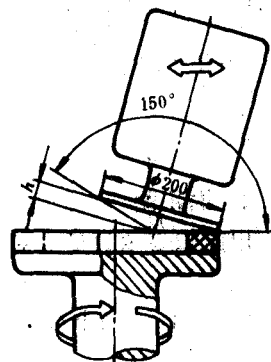

图 1-27 锥形摩擦轮
8. 如图 1-27 所示锥形摩擦轮传动, 试求摩擦轮锥形高 h ?